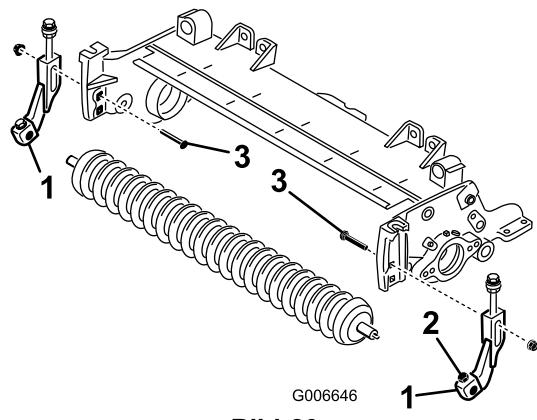

Bild 20
15. Befestigen Sie die neuen rechten und linken Schnitthöhenhalterungen lose mit neuen Kopfschrauben (5/16" x 1-1/8") und Bundsicherungsmuttern (5/16") an der bestehenden Frontrolle. Positionieren Sie die Schnitthöhenhalterungen, wie in Bild Bild 20 dargestellt.
16. Montieren Sie die Schnitthöhenhalterungen lose im oberen rechteckigen Loch in jeder Seitenplatte an den Seitenplatten der Schneideeinheit. Verwenden Sie die vorher entfernten Schlossschrauben und neue Bundmuttern (3/8") und positionieren Sie diese, wie in Bild Bild 20 abgebildet.
mit den Kopfschrauben und Sicherungsmuttern an den Halterungen (Bild 20).